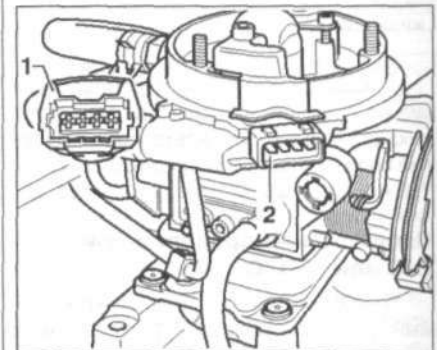

Рис. 5.54. Отсоедините разъем проводки 1 от датчика 2.
10. Отсоедините разъем проводки 1 от датчика 2 (рис. 5.54).